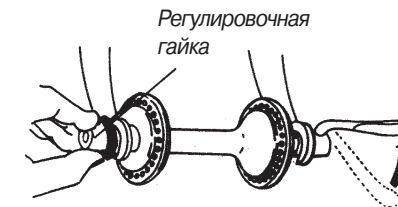

Рис. 11
2. Поставьте рычаг эксцентрикового зажима в положение, при котором он перпендикулярен раме (посередине между положениями ОТКРЫТО и ЗАКРЫТО). Вращайте регулировочную гайку рукой по часовой стрелке до упора (см. рис. 11).